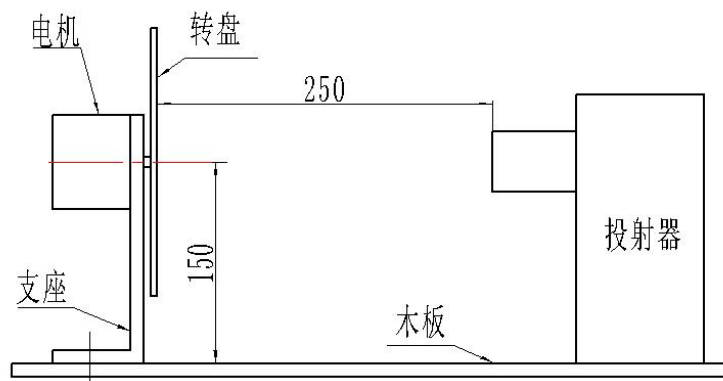

图 3 投掷赛装置布局
2、投掷器（如图 3 所示）前端距转盘在整个投球过程中距离不小于 250mm，投球出口高度自行确定。投掷器上设置有自动喂球装置（可存放 10 个球）和自动投球动力装置。投掷器固定于木板上。自动喂球装置和自动投球动力装置结构、材质、形式、重量、颜色等不限。